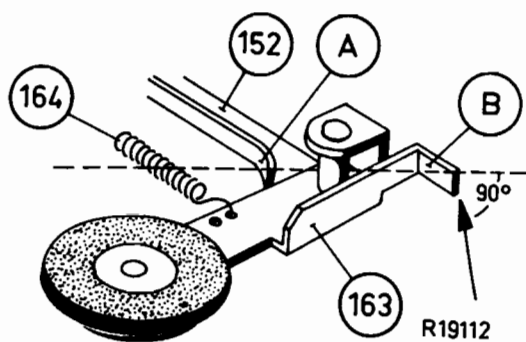

Fig.3
D. AANDRIJFMECHANISME (zie fig. 3, 4, 5)
Indien dit niet het geval is, moet lip A (fig. 3) verbogen worden.
10. De kracht gemeten aan de tussenwielbeugel volgens fig. 3, moet liggen tussen 100 en 140 gr.